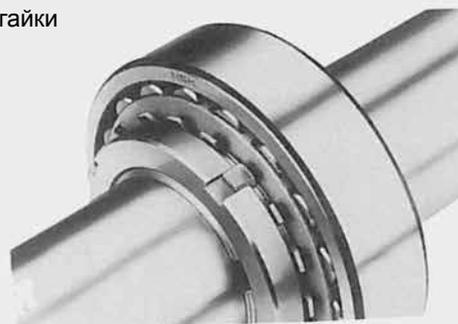

Рис. 2.7 Загибание усов стопорной шайбы
3. Чтобы застопорить стопорную гайку, совместите один из усов стопорной шайбы с пазом на периферии стопорной гайки, затем загните ус в паз. (Рис. 2.7)